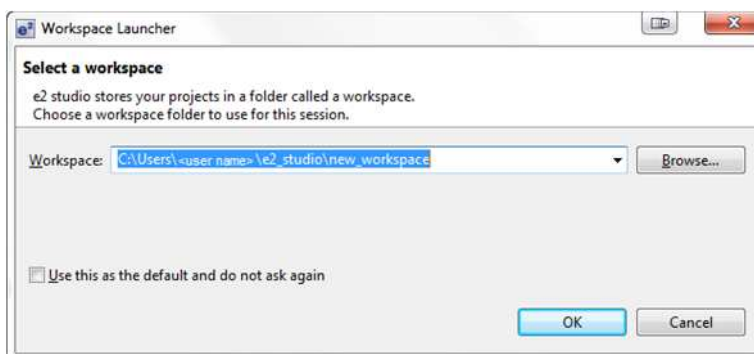

図 2.2 Workspace Launcher ダイアログボックス
- B. 図 2.2の通り、Workspace Launcher ダイアログボックスに新しいワークスペース名を入力してください。e²studio が入力した名前で、新規にワークスペースを作成します。